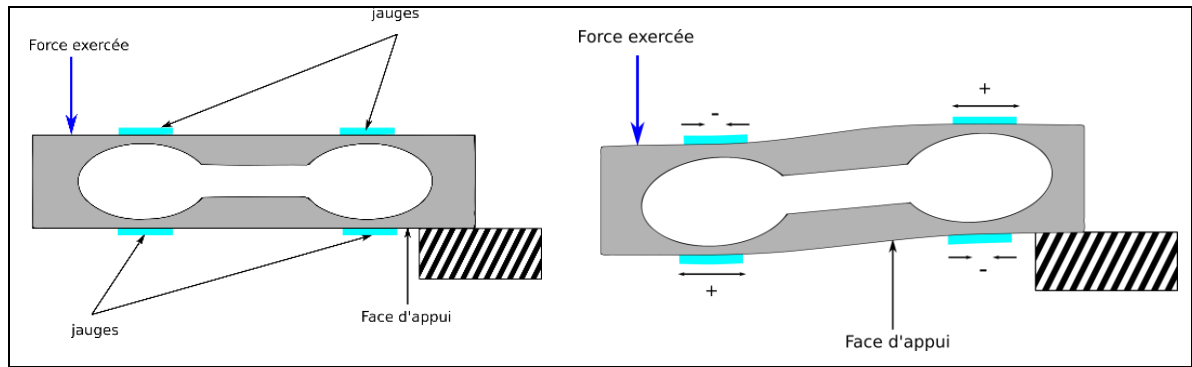

Figure 1 : Corps d'épreuve déformable et positions des 4 jauges des contraintes
Le plateau de la balance présentée permet l'acquisition de la masse d'un objet grâce au capteur de force fixé entre les deux cadres composant ce plateau. Le capteur de force permet de mesurer dans le cas de la balance présentée, une masse maximale de 100 kg et minimale de 10 g. Le capteur de force utilisé est constitué d'un corps d'épreuve déformable sur lequel sont disposées quatre jauges de contraintes (voir *Figure 1*).
1. Que représente la flèche bleue sur la Figure 1 ?
2. Expliquer alors la signification du signe donné pour chaque jauge sur la deuxième partie de la *Figure 1*.